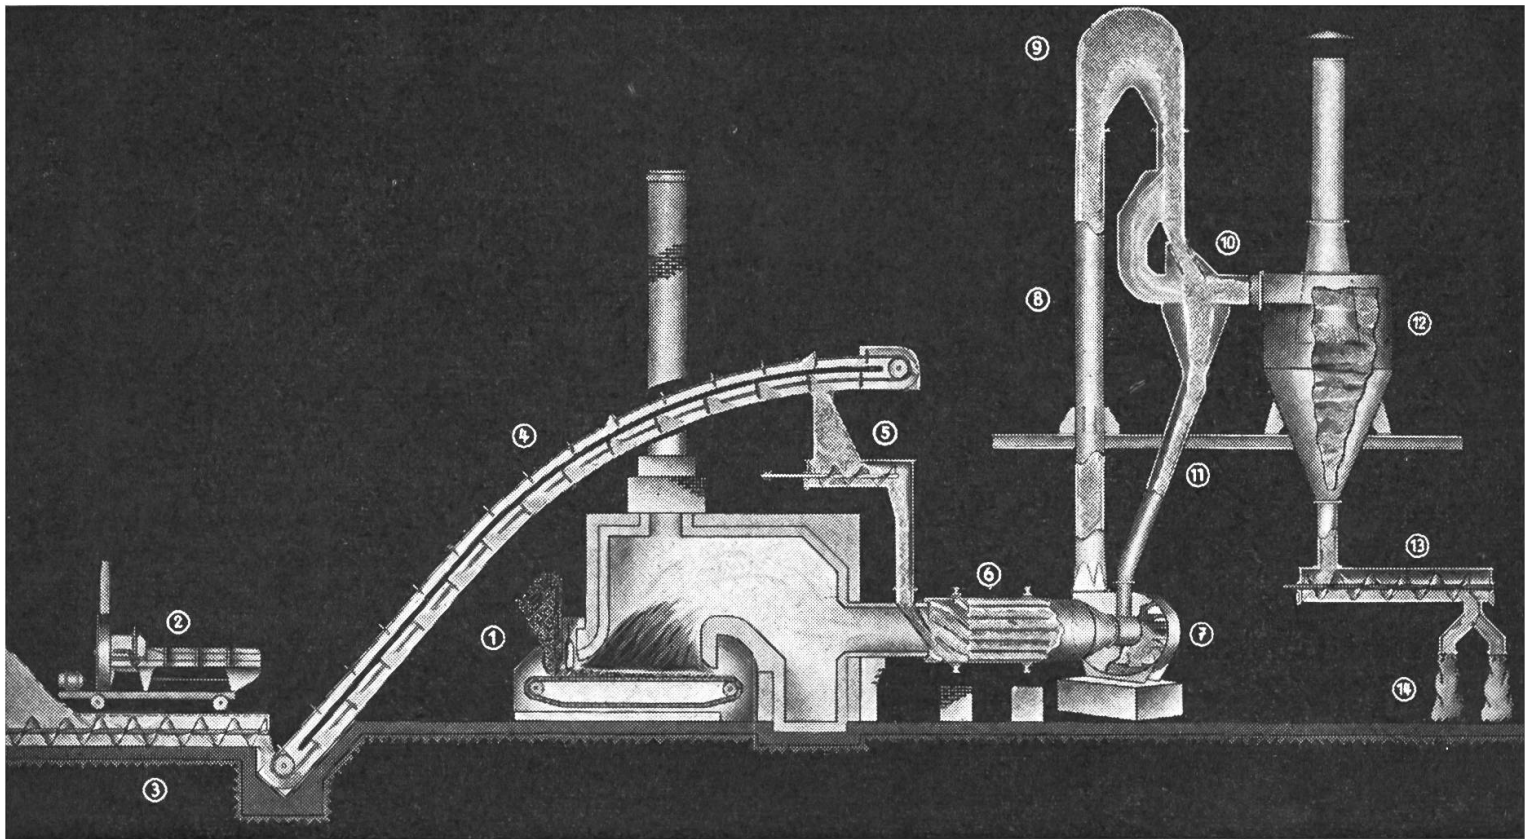

Abb. 2 Schematische Darstellung des Büttner-Schnellumlauftrockners:
Der in Deutschland hergestellte Büttner-Schnellumlauftrockner (Abb. 2) besteht im Wesentlichen aus einem Aufgabeepparat, einer rotierenden Trommel und einer Umlaufeinrichtung. Das Gras wird für den Trockner kurz gehäckselt und mit dem Rücklauftransporteur (4) und einer Zumessschnecke (5) der Trommel (6) zugeführt. Der Ventilator (7) saugt die Häcksel samt dem Heizluftgemisch aus der Trommel und fördert sie durch das Trocknerrohr (8) in die Sichtvorrichtung (10), wo die bereits getrockneten Teile von feuchten getrennt und der Mahlanlage zugeführt werden. Die feuchten und groben Teile fallen wieder in den Ventilator, werden dort zerkleinert und neuerdings dem Trocknungsprozess im Trockner-